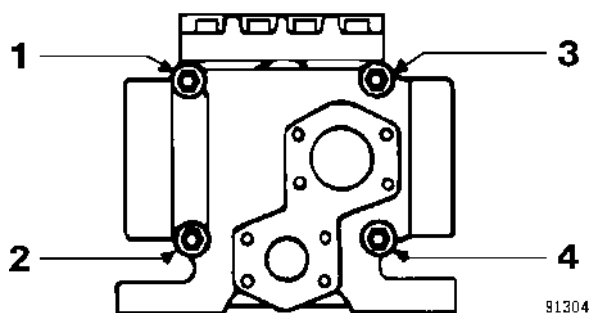

FIGURA 8-4. SECUENCIA DE APRIETE
5. Use una llave de torque para apretar las tuercas en el patrón que se muestra en la Figura 8-4. Apriete las tuercas del Vástago de enlace de manera uniforme en la siguiente secuencia: